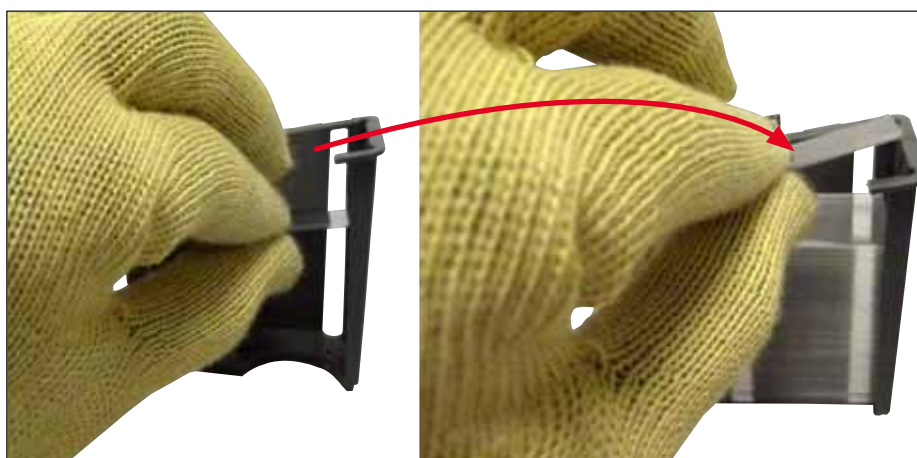

Bild 64
- Kontrollera att täckglasaset placeras korrekt i magasinet (→ Bild 64).